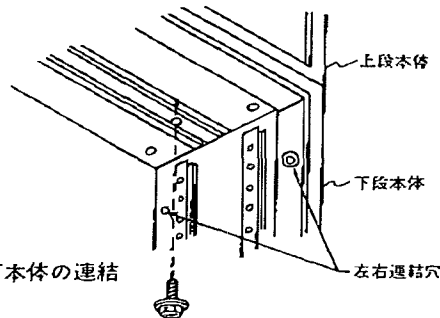

図3 上下本体の連結
- ①本体のどれをどの位置に設置するかをきめます。そのとき横連結する必要がない両端に設置する本体の側板には、連結穴(図3)にプラスチックカバーBを外側から押し込んでおきます。また、キャビネットは引出しを取りはずしておきます。
- ②本体をベースの上にのせ、本体の前面がベースの前面より約20mm前になるようにして下さい。
- ③丸ナット付ボルト(M6×50)を使ってベースと本体を連結して下さい(左右2ヶ所、④ドライバー使用)
- ①本体を下段本体の上にのせ、上下本体の面(前後左右)が合うようにして下さい。
- ②下段本体天板の内側よりフランジ付ボルト(M6×8)を使って上段本体を連結します(左右2ヶ所、④ドライバー使用図3)
- ①本体側板にある連結穴(図2、図3)を使ってフランジ付ボルト(M6×8)、フランジ付ナットで連結します。(連結穴4ヶ所。ただし上置型は2ヶ所)
- ①笠木を内枠、外枠組み合わせたままの状態では本体の上にのせ、笠木の前面が本体の前面より約20mm後に下がった状態にして下さい。
- ②図3の要領で上置型・本体・天板の内側より、フランジ付ボルト(M6×8)を使って笠木を連結します。
- ③上置型・本体・天板の内側より、④ドライバーでジャッキボルトを回して笠木内枠を天井まで押し上げます。(調整中約20mm。それ以上場合は別売で調整ボルトを用意してあります。)
- ①本体内側の連結穴、アジャスター調整穴(図2、図3)等をプラスチックカバーAでふさぎます。
- ②穴は開け手前左右の4ヶ所、底板6ヶ所の計10ヶ所あります。